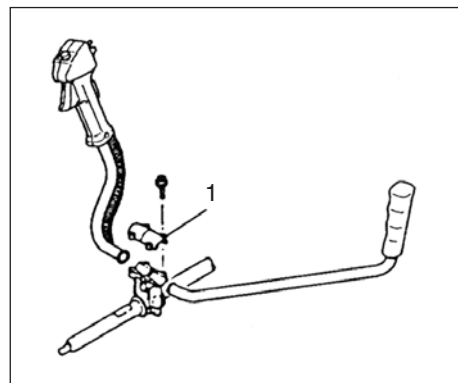

Fig. 1-2
Montaje del manillar (Fig. 1-2)
Quitar el soporte del manillar (1). (Fig. 1-2)